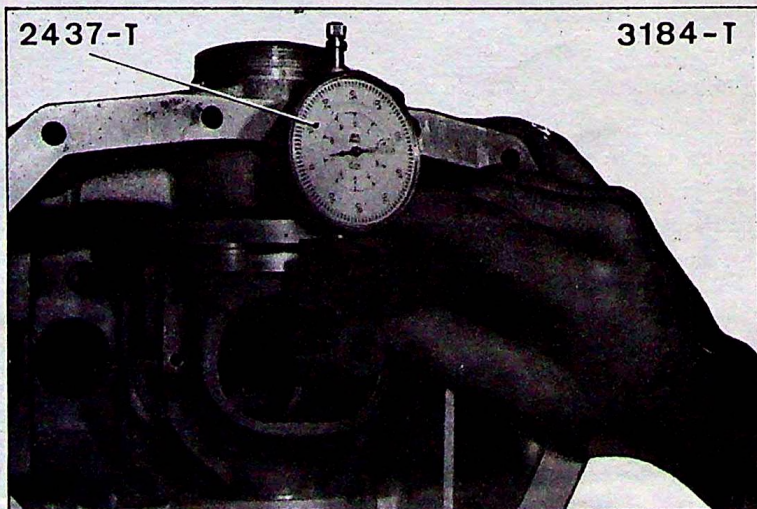

Figure 3
f) Déterminer l'épaisseur de la rondelle de réglage à placer dans le demi-carter droit (voir figure 3)